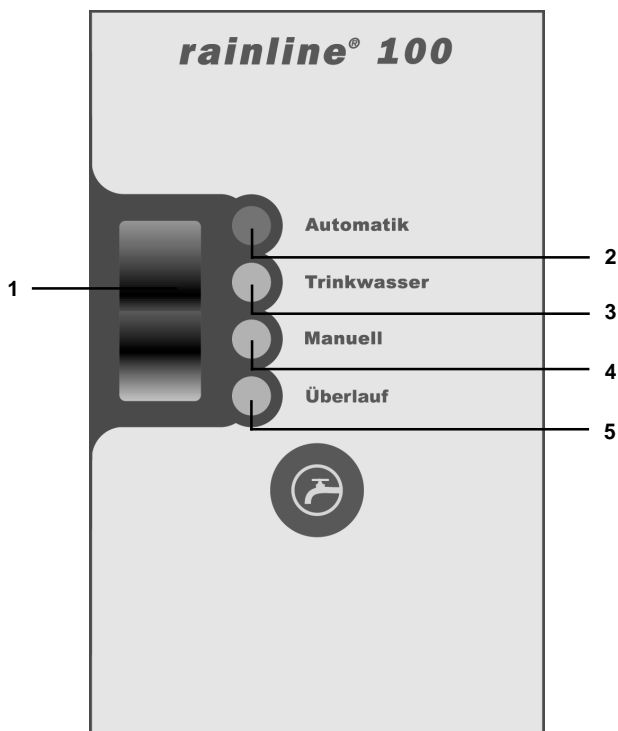

Bild 2
1.5 Kontrollelement rainline® 100 (Siehe Bild 2)
- **Wippschalter (1)**